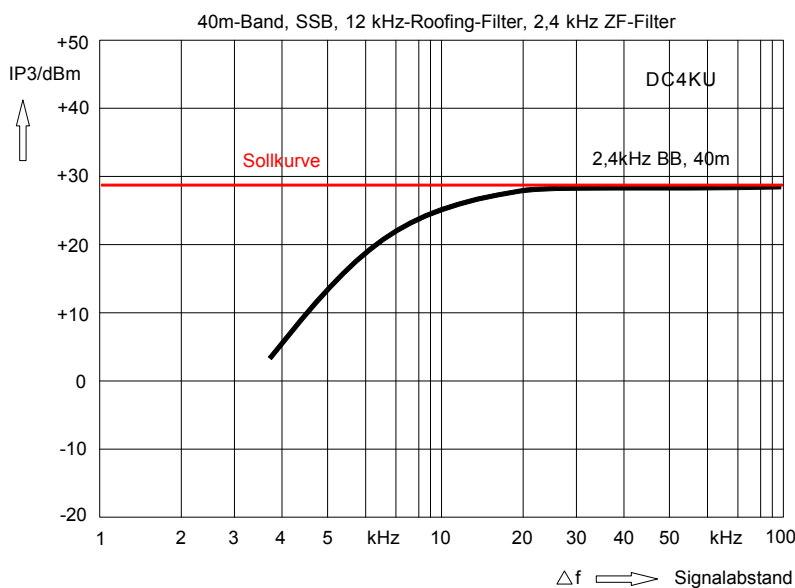

Bild 10: IP₃ in Abhängigkeit vom Signalabstand
Die beschriebene Methode ist der IP₃-Messung ist nur begrenzt korrekt. Eine genauere Methode ist die "In-Band-Intermodulationsmessung" (3). Hierbei wird der Frequenzabstand beider Signale (f₁, f₂) absichtlich auf bis zu 2..3 kHz reduziert, so dass beide Signale noch in den Durchlassbereich des 1. ZF-Filters (Roofing-Filter mit 6..12 kHz Bandbreite) liegen. Im Regelfall nehmen die Intermodulationsstörungen dann stark zu (**Bild 10**), weil die Eingangssignale jetzt ungehindert auch die nachfolgenden ZF-Verstärker und Mischstufen durchlaufen. Die so gemessenen IM₃- und IP₃-Werte, geben sehr viel genauer die Großsignalfestigkeit des Empfängers wieder, bei direkter Belastung im Nachbarkanal.